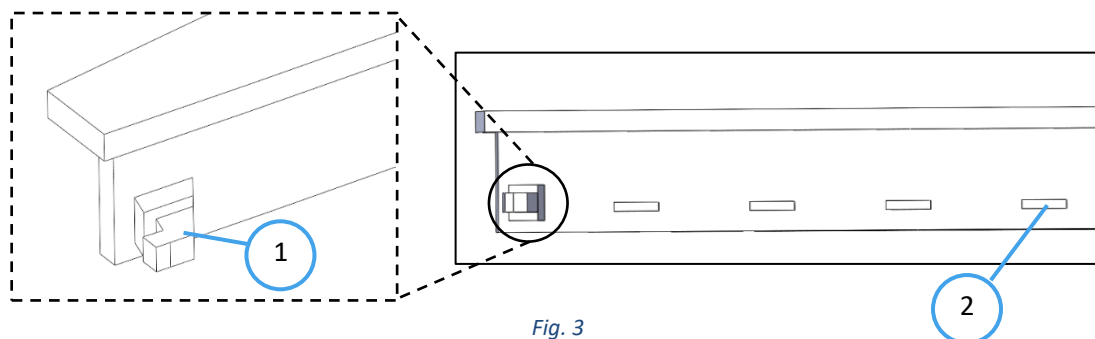

Fig. 3
4. Bevestig nieuwe rubberen voorbladen, waarbij u de gleuven uitlijnt met de uitsteeksels die op de zuigmondpatroon voorzien zijn (Fig. 3).
7. Bevestig het nieuwe blad aan de zuigmond, waarbij u de haak (Fig. 3 - 1) en de rubberen gleuf op de blokken uitlijnt (Fig. 3 - 2).